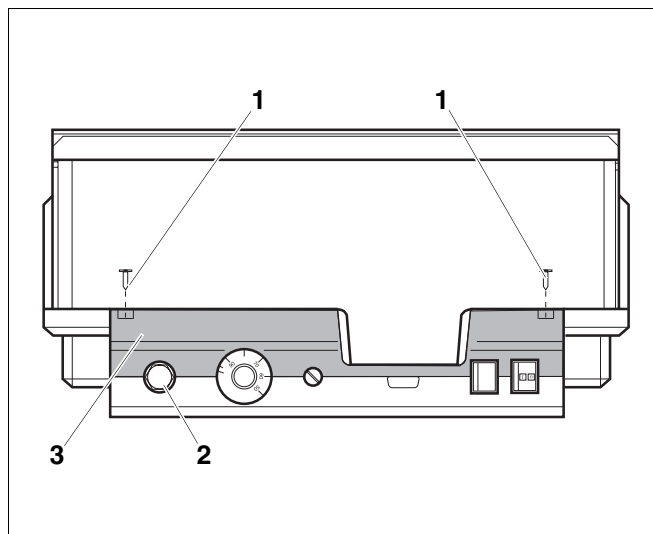

Рис. 1 Система управления Logamatic 4...
- Для установки нужного значения температуры надо вынуть предохранительный ограничитель (STB) (рис. 1, поз. 2) из корпуса.
- Для демонтажа предохранительного ограничителя температуры выкрутить два винта (рис. 1, поз. 1).
- Снять крышку (рис. 1, поз. 3).
- Открутить защитный колпачок (рис. 1, поз. 2).